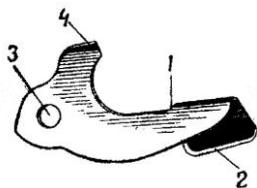

Рис. 38. Затворная задержка:
**28. Затворная задержка** (рис. 38) удерживает затвор в заднем положении по израсходовании всех патронов из магазина. Она имеет: в передней части - выступ для удержания затвора в заднем положении; кнопку с насечкой для освобождения затвора нажатием руки; в задней части - отверстие для соединения с левой цапфой шептала; в верхней части - отражатель для отражения наружу гильз (патронов) через окно в затворе.